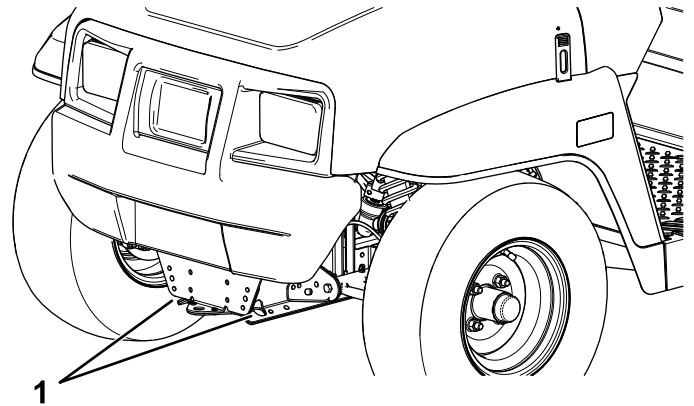
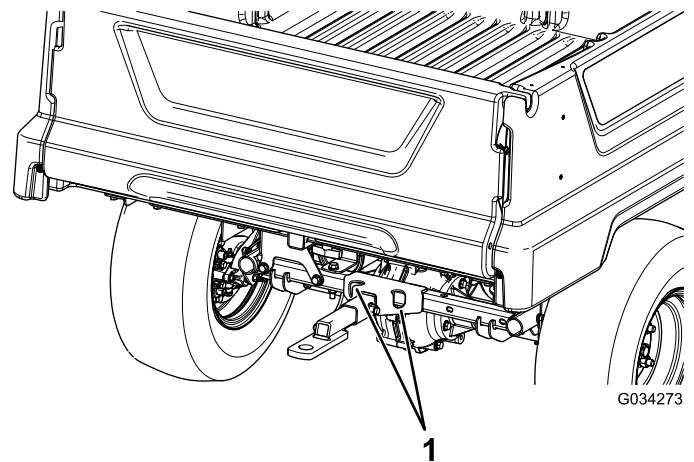

Bild 25
Bild 26
In Bild 25 und Bild 26 finden Sie die Vergurtungsstellen der Maschine.
2. Befestigen Sie ein Abschleppseil an der Zunge vorne am Maschinenrahmen (Bild 25).